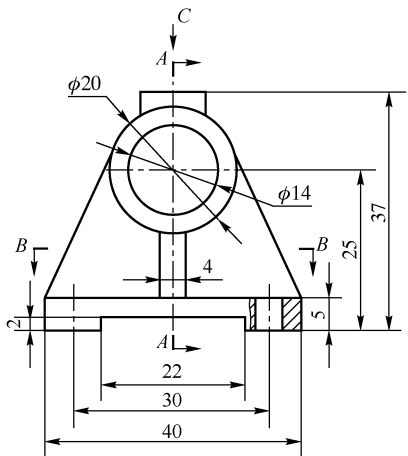

图 7-11 标注主视图投影方向
Step 4 绘制投影方向：切换“标注”图层，切换“3.5 号×0.5 投影方向”引线样式，开启“对象捕捉”模式。调用“多重引线”命令，标注主视图投影方向，如图 7-11 所示。